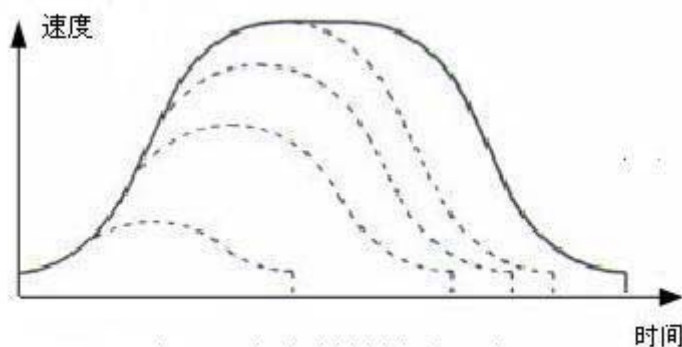

图4-11 自动降速避免尖三角
b.使用 S 形曲线的目的是产生平滑运动，但是如果因为距离太短或加速太慢原因导致电机速度在加速段不能升至设定的最大值 Max_Vel 时，理论上加速段将突然切换至减速段，从而导致在速度曲线的中部出现尖三角，并因此引起该轴出现较大震动和相关问题。为了避免出现这种问题，DMC-5480 内置有自动调整功能，使得加减速段的过渡保持平滑，如图 4-11 所示。